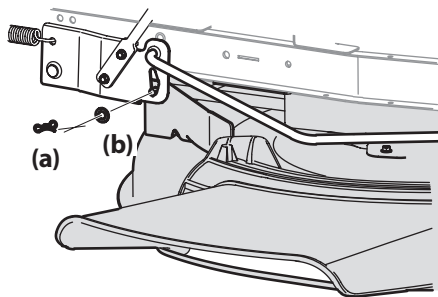

Figura 4-6
3. Extraiga el pasador de chaveta (a) con unión curva y la arandela plana (b) del conjunto de elevación de la plataforma y guárdelo para volver a colocarlo posteriormente. Consulte la Figura 4-6.